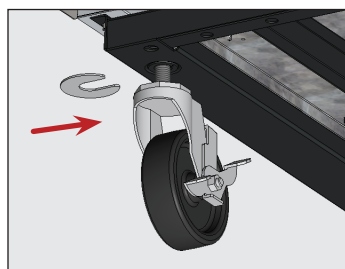

Figure 9. Insérez la ou les cales de roulette, en vous assurant de bien serrer la tige de la roulette.
5. Sur le bas de l'appareil, desserrez suffisamment le boulon de la roulette pour faire glisser les cales de roulette fournies entre le roulement à billes de la roulette et le rail inférieur de l'appareil. Voir fig. 9.
6. Posez le nombre de cales voulu. Voir fig. 9.